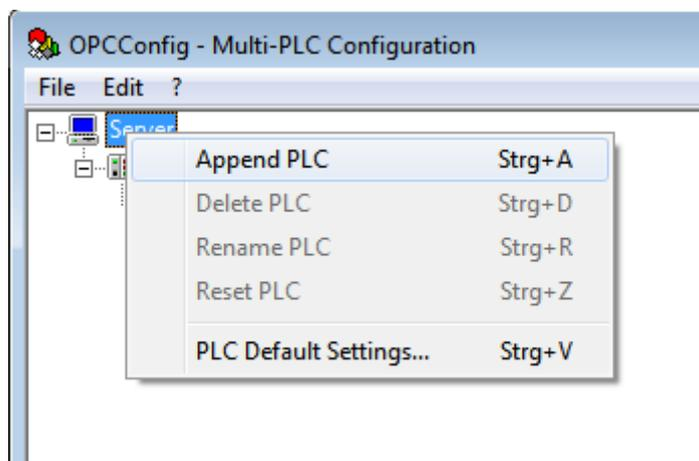

Рис. 95. Добавление контроллера в OPC конфигурацию
1. Запустите *OPCConfig* и добавьте контроллер (рис. 95).